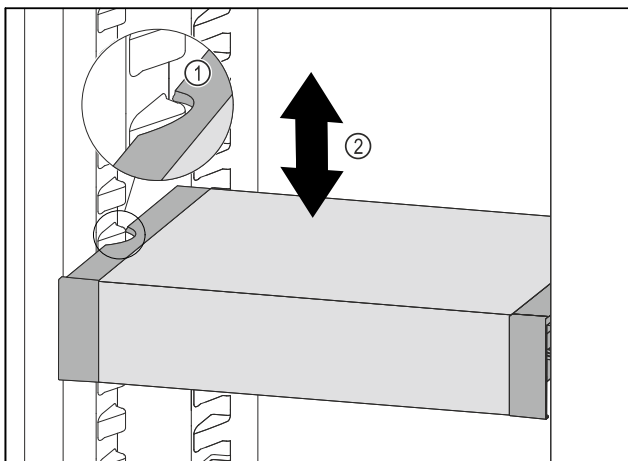

Fig. 141
- Tirare VarioSafe in avanti fino a quando le cavità laterali di VarioSafe non si trovano al livello della nervatura del contenitore nel vano frigorifero. Fig. 141 (1)
- Spostare VarioSafe verso l'alto o verso il basso nel vano frigorifero fino a raggiungere l'altezza desiderata. Fig. 141 (2)